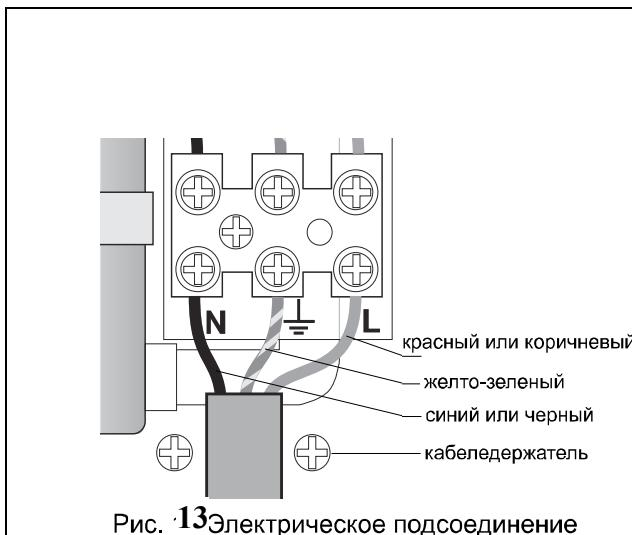

Рис. 13 Электрическое подсоединение
7.5 Снимите фиксатор кабелодержателя, открутив соответствующие винты (см рис. 13).
7.8 Оголите электрические провода и выполните подсоединение к клеммной колодке (см. рис. 13).